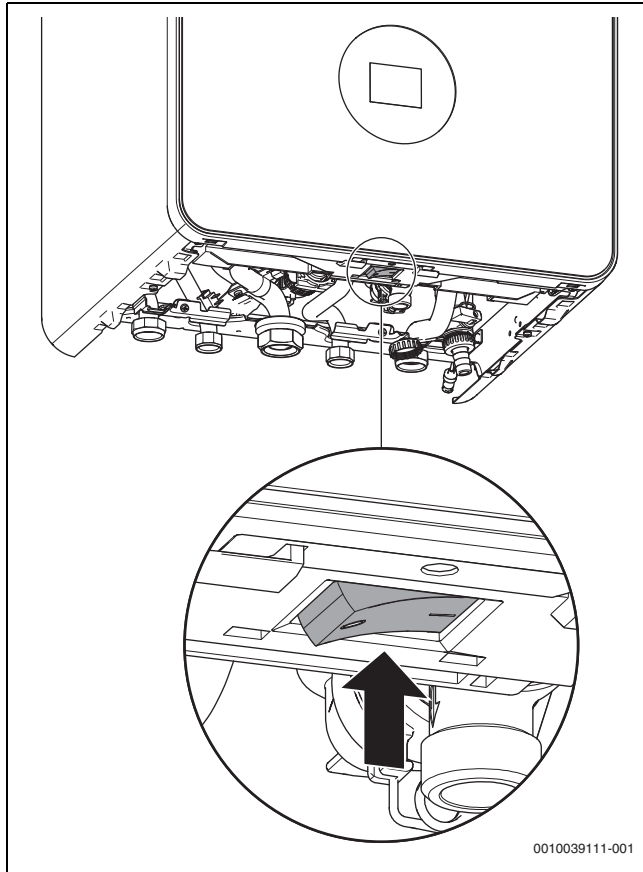

Bild 1 Schalter Ein/Aus
- Gerät am Schalter Ein/Aus (→ Bild 1) ausschalten.